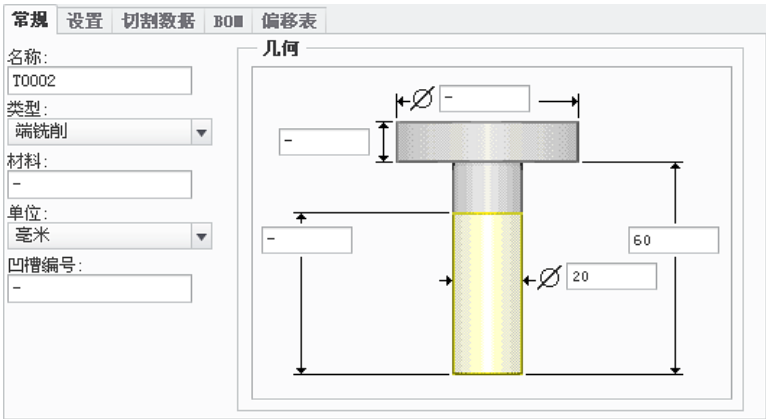

图 10.4.18 设定刀具一般参数
Step2. 在“轮廓铣削”操控板中  下拉列表中选择 **编辑刀具...** 选项, 系统弹出的“刀具设定”对话框。在弹出的“刀具设定”对话框中单击“新建”按钮  , 在 **常规** 选项卡中设置图 10.4.18 所示的刀具参数, 设置完毕后依次单击 **应用** 和 **确定** 按钮, 返回到“轮廓铣削”操控板。